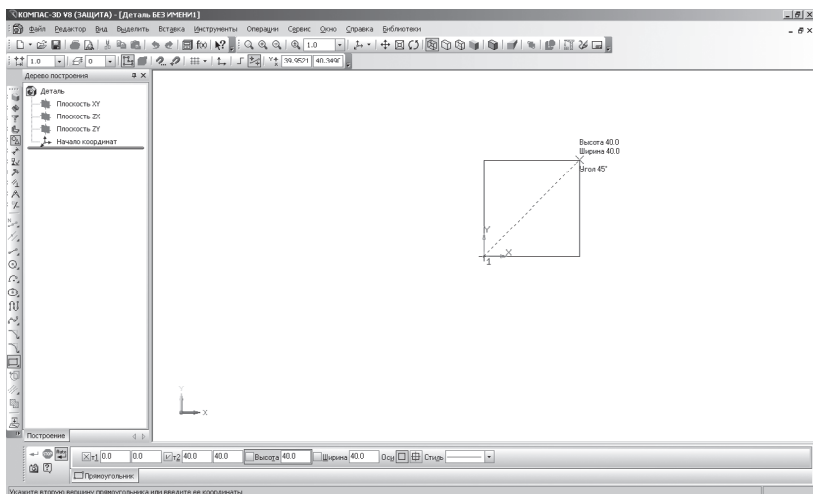

Рис. 122. Построение эскиза
- постройте  – прямоугольник высотой 40 мм и шириной 40 мм (рис. 122);